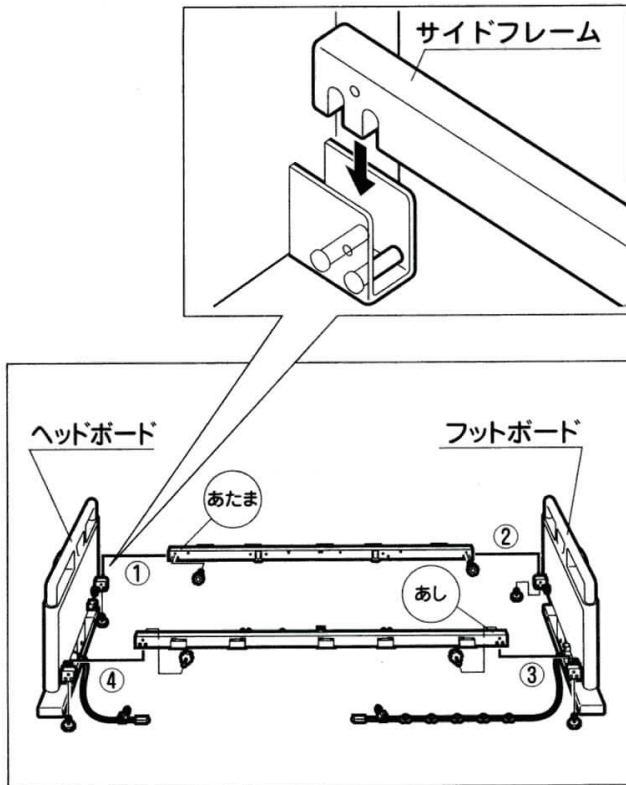

図1
- (2) ヘッドボードとサイドフレームの「あたま」「あし」印をあわせ、番号順 (①→②→③→④) に差し込む。図1